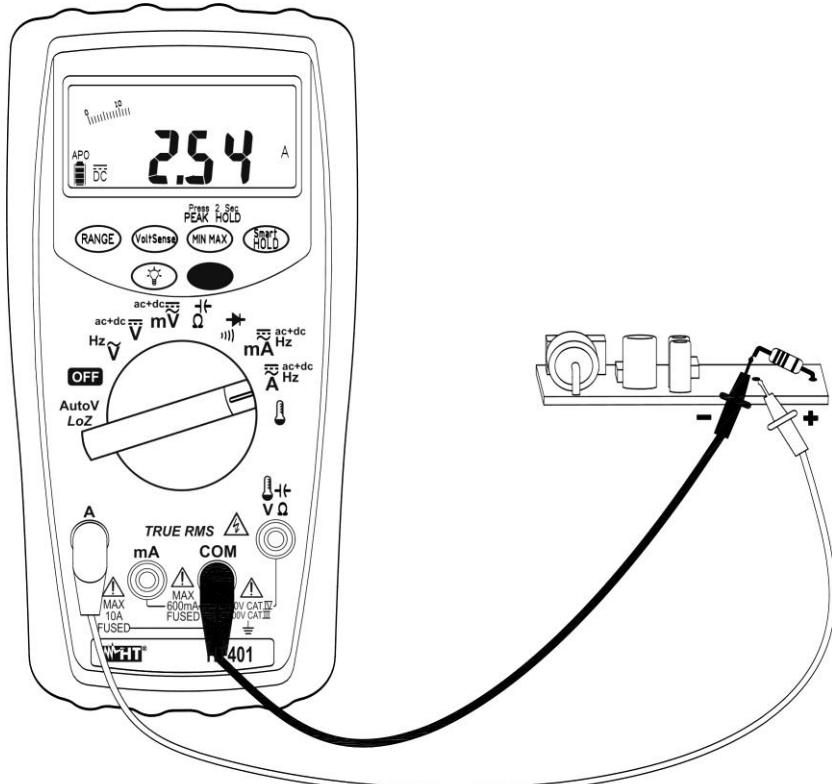

Fig. 5: Medida de Corriente CC
6. Conecte la punta roja y la punta negra en serie al circuito del cual se quiere medir la corriente respetando la polaridad y el verso de la corriente indicado en Fig. 5
9. La visualización del símbolo "-" sobre el visualizador del instrumento indica que la corriente tiene sentido opuesto respecto a la conexión de Fig. 5